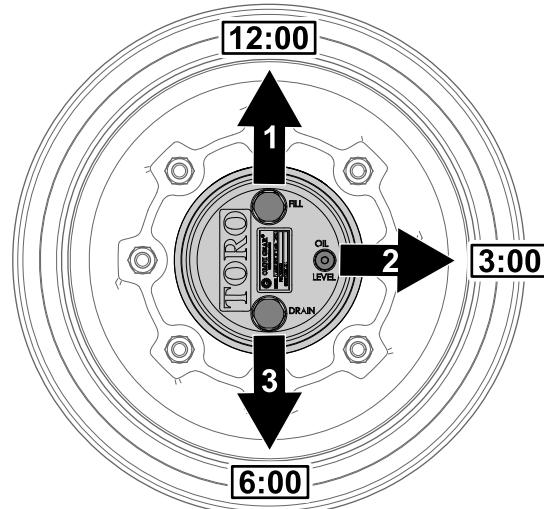

Figure 66
1. Garez la machine sur une surface plane et horizontale et positionnez la roue de sorte que le bouchon de remplissage se trouve à la position 12 heures, le bouchon de contrôle à la position 3 heures, et le bouchon de vidange à la position 6 heures (Figure 66).
2. Retirez le bouchon de contrôle à la position 3 heures (Figure 66).
1. Garez la machine sur une surface plane et horizontale et positionnez la roue de sorte que le bouchon de remplissage se trouve à la position 12 heures, le bouchon de contrôle à la position 3 heures, et le bouchon de vidange à la position 6 heures; voir la Figure 66 à la section **Contrôle du niveau de lubrifiant du train planétaire (page 65).**